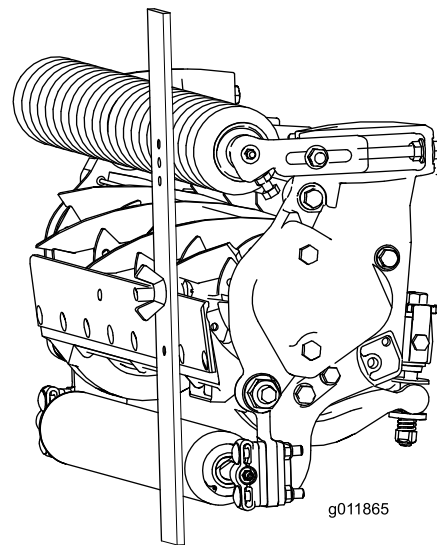

Figura 16
3. Prindei capul urubului de marginea de tăiere a contracuitului i sprijinii capătul posterior al barei pe rola posterioară (Figura 16).
4. Rotii urubul de reglare până când rola frontală intră în contact cu bara de distanțare (Figura 16). Reglai ambele capete ale rolei, până când întreaga rolă este paralelă cu contracuitul.